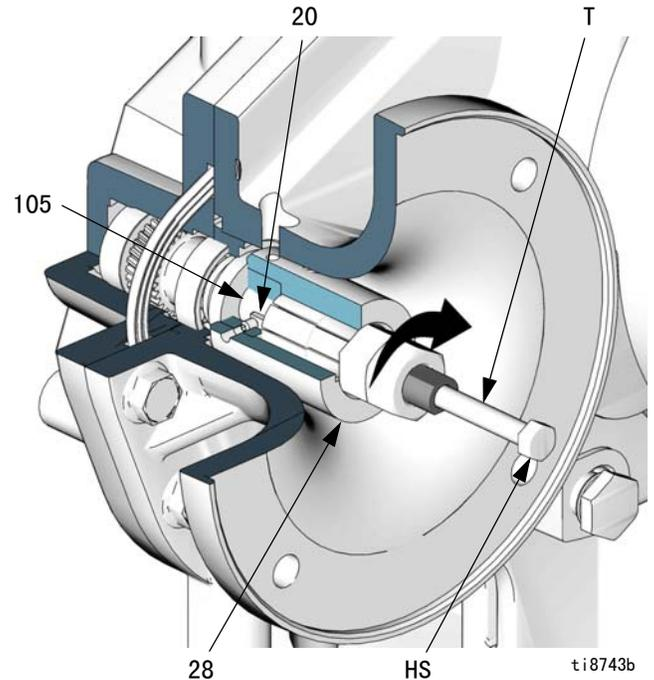

图 24. 马达耦合器拆卸
4. 参见图 24。松开两个定位螺钉（31）。将耦合器拆卸工具（T）插入耦合器（28）。顺时针转紧螺母，然后通过顺时针转动六角头螺钉（HS），将耦合器拉出齿轮减速器的输入轴（105）。
注释：在以下步骤中，如果耦合器与马达轴分开，但仍卡在输入轴上，请使用 15J827 耦合器拆卸工具（T）（如图 24 所示）。